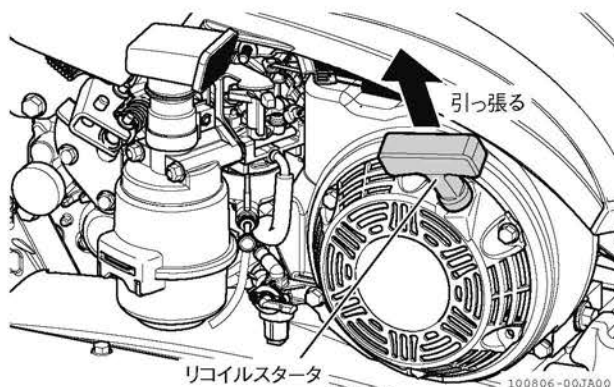

図 2-22 リコイルスタータ
2. リコイルスタータを引っ張ります。エンジンが始動したら、リコイルスタータをゆっくりと元に戻します。(図 2-22)